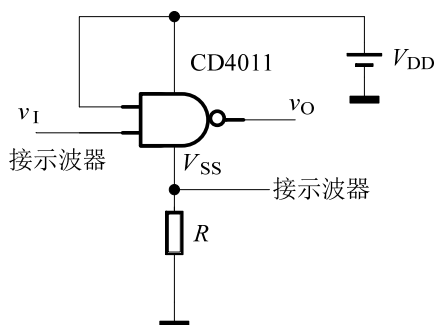

图 5 观察 CMOS 与非门动态功耗的电路
7. 根据必做任务 4 分析图 5 电路, 试着给出取样电阻 R 的阻值。
测试电路如图 5 所示, v_I 是由函数信号发生器输出 100Hz、0~5V、对称性 50% 的锯齿波。在门电路 V_{SS} 和地之间接入一个小的电流取样电阻, 电阻上的电压波形就反映了在输出状态转换的过程中瞬时导通电流的变化。记录输入、输出波形。